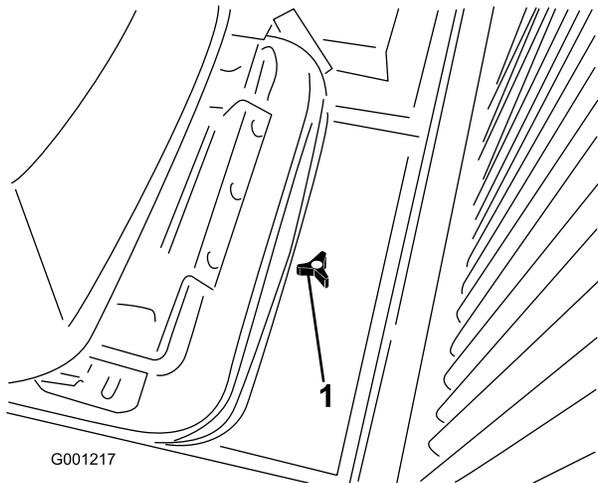

図 32
1. 座席プレートについているノブをゆるめてアクセスカバーを外す(図 32)。